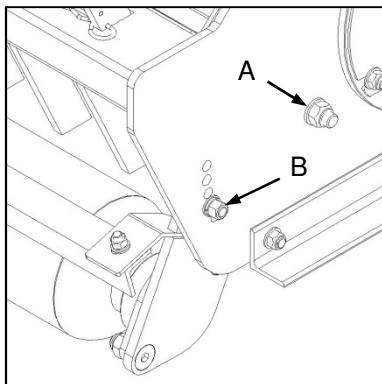

Fig. 4
- ✓ To set working height loosen the roller carrier pivot bolt (Fig. 4-A) while removing the height setting bolt (Fig. 4-B) completely.
- ✓ Om die werkshoogte te stel, maak die rollerdraer se spilbout (Fig. 4-A) los en verwilder die hoogte-instellingsbout heeltemal (Fig. 4-B).